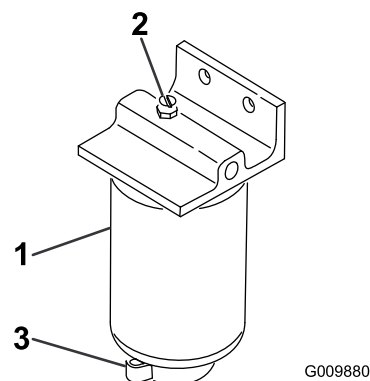

Figura 66
2. Afloje la válvula de vaciado en la parte inferior del cartucho del filtro (Figura 66).
1. Limpie la zona de montaje del cartucho del filtro (Figura 66).